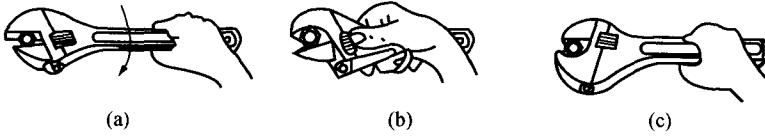

图 1-8 活络扳手的使用
活络扳手的使用方法如图 1-8 所示。活络扳手使用时应注意以下几点：
(1) 根据螺母的大小，用两手指旋动蜗轮以调节扳口的大小，将扳口调到比螺母稍大些，卡住螺母，再用手指旋蜗轮使扳口紧压螺母。扳动大螺母时力矩较大，手要握在近柄尾处，如图 1-8 (a) 所示；扳动小螺母时，为防止钳口处打滑，手应握在近头部的地方，如图 1-8 (b) 所示，旋力时手指可随时旋调蜗轮，收紧活络扳唇防止打滑。
(2) 使用活络扳手时，不可反方向用力，以免损坏活络扳唇，如图 1-8 (c) 所示。也不可用钢管接长手柄来加力，更不能当做撬杆或手锤使用。
(3) 旋动螺杆螺母时，必须把工件的两侧平面夹牢，以免损坏螺杆螺母的棱角。